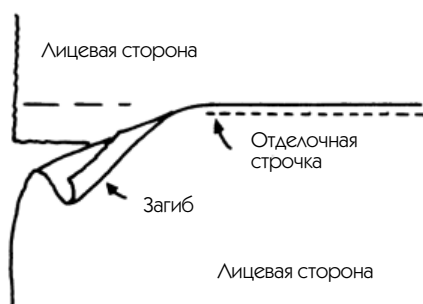

Рис. 28
## УЗКИЙ СТРОЧНОЙ ШОВ (РИС. 28)
2. Закрепите эту деталь на другой детали булавками или стежками. Затем прострочите вдоль самого края загиба (рис. 28).